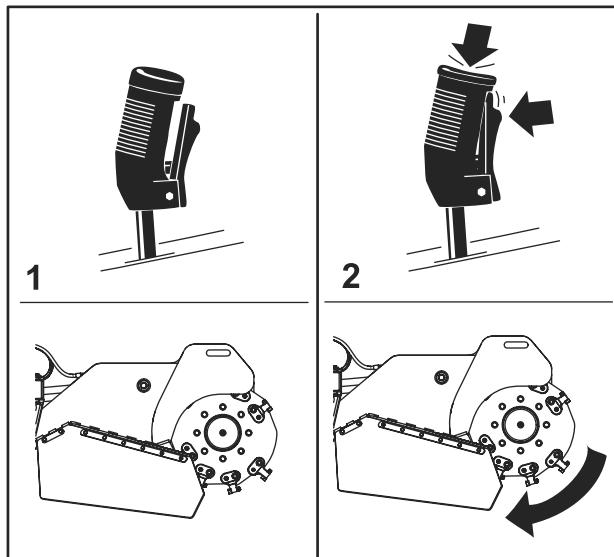

Bild 12
- Drücken Sie den Abzug und drücken Sie dann die rote Taste oben am Hebel, um die Fräse zu starten (Bild 12). Nach dem Start der Fräse können Sie die rote Taste loslassen.
- Lassen Sie den Abzug für mehr als eine halbe Sekunde los, um die Fräse anzuhalten (Bild 12).